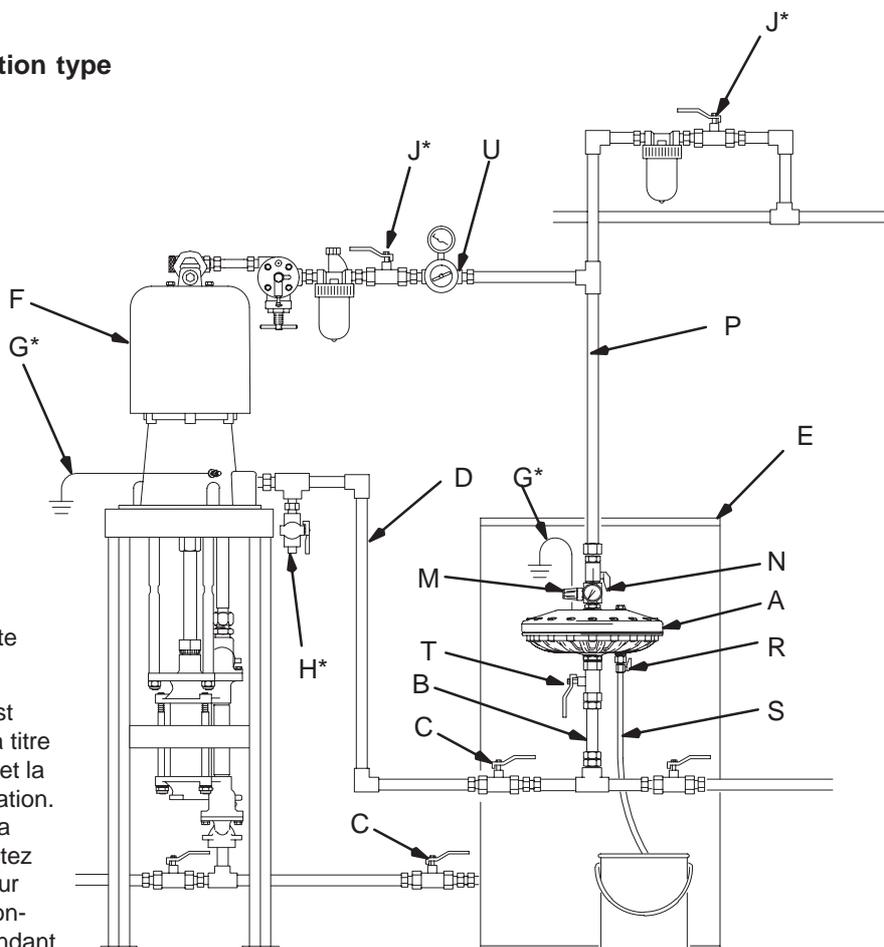

Fig. 4
Le réservoir antibélier modèle 233736 (A) doit être monté horizontalement (voir Fig. 4).
1. Voir Fig. 4, page 8. Fermer la vanne produit (T). Ouvrir la vanne d'amorçage (R).
2. Ouvrir la vanne d'air (N) et régler le régulateur d'air (M) à la pression désirée. Dès que le réservoir est rempli d'air, fermer la vanne d'air (N) pour empêcher l'air de s'échapper au moment de l'arrivée du produit.